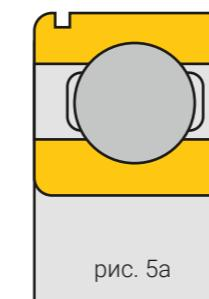

рис. 5a
- N** открытые, без фиксирующего кольца рис. 5a